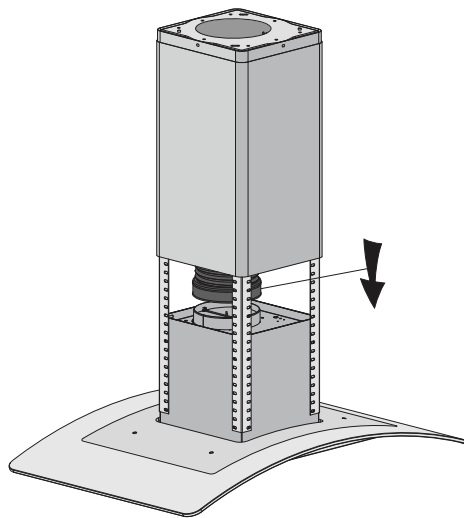

Figure 9
- Fixez le tuyau de canalisation sur la sortie (voir figure 9).